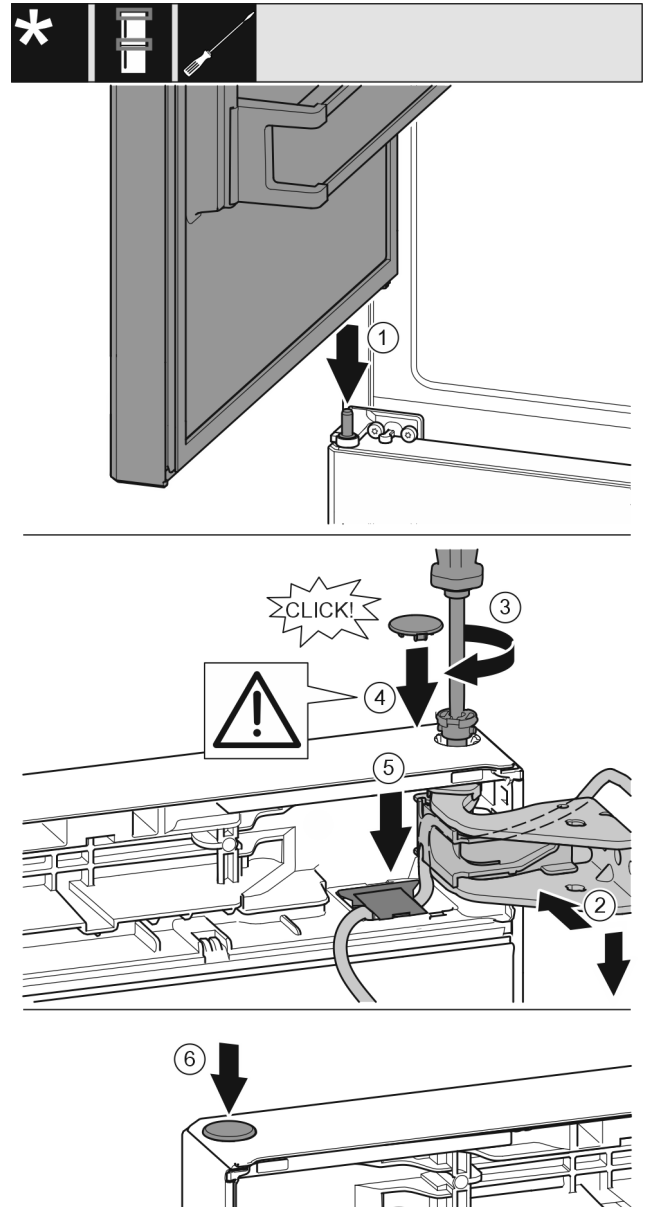

Fig. 43
- ▶ Obere Tür auf mittleren Lagerbolzen Fig. 43 (1) setzen.
- ▶ Tür oben zur Öffnung im Lagerbock ausrichten. Fig. 43 (2)
- ▶ Bolzen Fig. 43 (3) einsetzen und mit Schraubendreher festschrauben.
- ▶ Sicherungsabdeckung Fig. 43 (4) zur Sicherung der Tür montieren: Sicherungsabdeckung einsetzen und kontrollieren ob sie auf der Tür aufliegt. Ansonsten Bolzen vollständig einsetzen.
- ▶ Abdeckung Fig. 43 (5) einsetzen und nach unten drücken bis sie einrastet.
- ▶ Stopfen Fig. 43 (6) einsetzen.